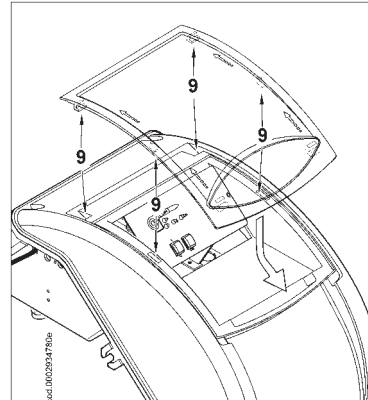

图5
5) 如图5所示，正确放回透明罩：将透明罩的钩子置于钩槽内，沿箭头方向推动透明罩，直到钩子钩住盖板。这样电控箱就密封良好了。